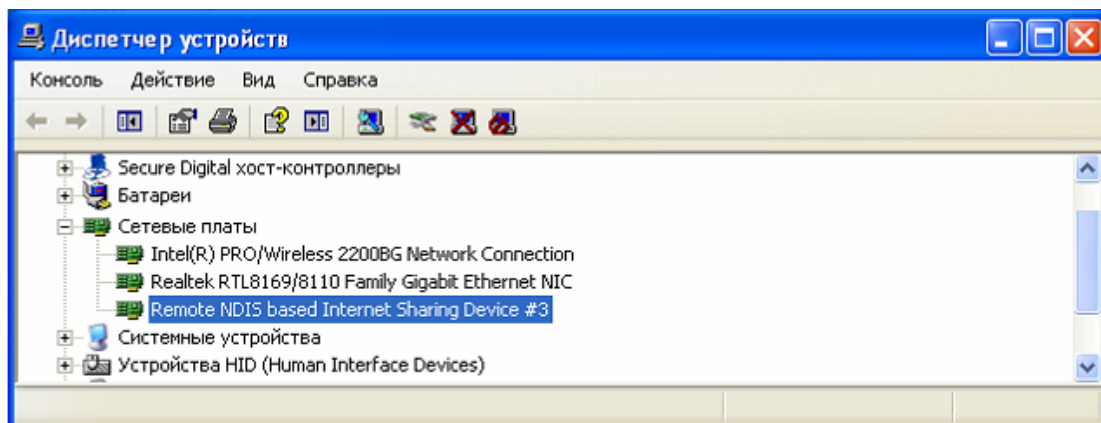

Рисунок 42
6.1.9 Убедитесь, что в «диспетчере устройств», после установки, название устройства изменилось на «**Remote NDIS based Internet Sharing Device**». Рисунок 42.